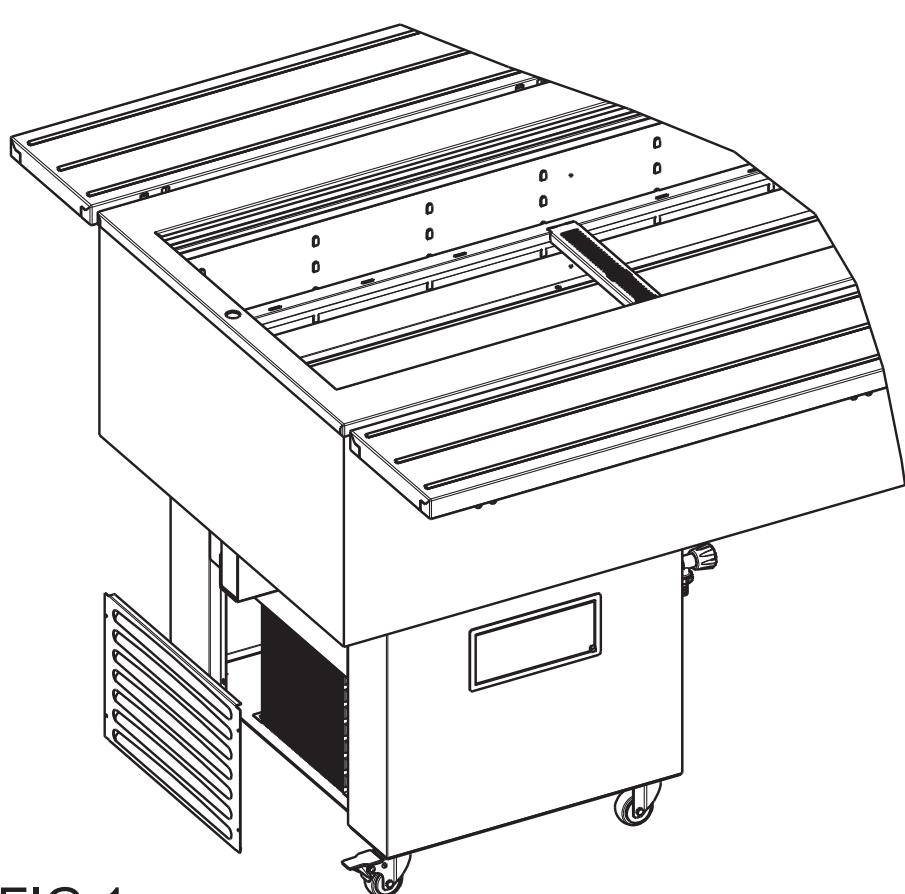

FIG.1
**1.** Togliere l'alimentazione elettrica, agendo sull'interruttore a protezione della presa e sfilando poi la spina dalla presa stessa. **2.** Togliere la griglia di protezione del condensatore posta nella parte posteriore della macchina. **3.** Con un pennello eliminare lo strato di pulviscolo dalle alette del condensatore. **4.** Con l'aspira-polvere togliere la polvere residua. **5.** Ripristinare il tutto procedendo in senso inverso (vedi Fig.1).
**1.** Switch off the appliance by turning off the power switch and pull the plug out of the socket. **2.** Remove the condenser's grid, located on the rear side of the machine. **3.** Using a paintbrush, remove any dust from the condenser's fins. **4.** Use a vacuum cleaner to remove the remaining dust. **5.** Refit by following above instructions in reverse order (see fig. 1).
**1.** Schalten Sie den Strom ab, indem Sie den Schutzschalter der Steckdose betätigen und dann den Stecker aus eben der Steckdose ziehen. **2.** Entfernen Sie das Schutzgitter des Kondensators, das sich auf der Rückseite der Maschine befindet. **3.** Mit einem Pinsel den Staub von den Lamellen des Kondensators entfernen. **4.** Mit einem Staubsauger den verbliebenen Reststaub beseitigen. **5.** Alles in umgekehrter Reihenfolge wieder zusammensetzen (siehe Abbildung 1).